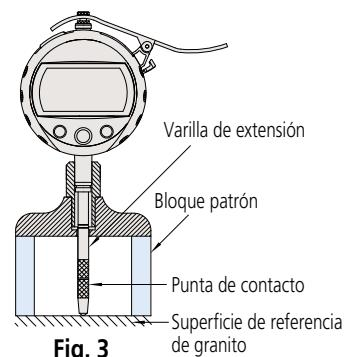

Fig. 3
7. Cuando use varillas de extensión, use un bloque patrón para establecer el punto de referencia. (Fig. 3)